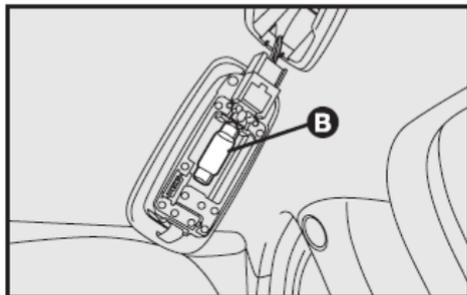

fig. 34
- Sustituya la lámpara B-fig. 34, soltándola de los contactos laterales y cerciorándose de que la nueva lámpara esté correctamente bloqueada entre los contactos.